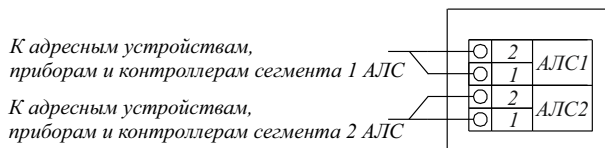

Рисунок 5
- подключить провода АЛС к клеммной колодке (рисунок 5). УДП подключается к прибору при помощи двухпроводной АЛС с номинальным сечением проводов от 0,35 до 1,5 мм2. При большом количестве УДП с встроенным изолятором КЗ (более 25 шт.) рекомендуется использовать кабель сечением не менее 0,5 мм2.